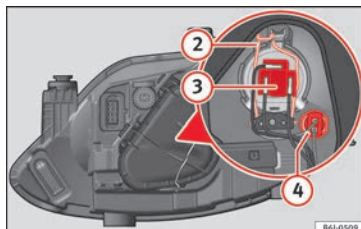

Bild 92 Hel-/halvljus och positionsljus för enkla strålkastare
- Ta bort kontakten » bild 92 ③ från glödlampan.
- Lossa fjäderhållaren » bild 92 ② genom att trycka inåt till höger.
- Ta bort lamphållaren » bild 92 ④ utåt.